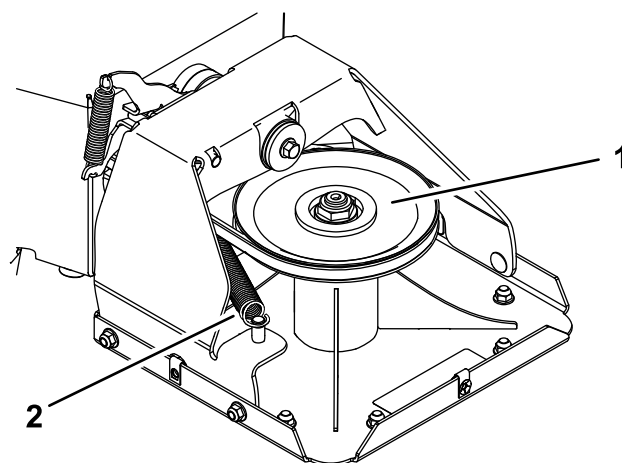
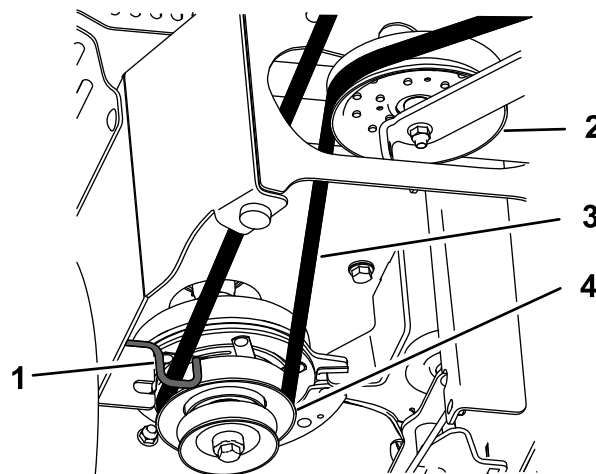

Figure 34
Figure 35
7. Détachez le ressort d'extension (Figure 34).
9. Acheminez la courroie neuve autour de la poulie d'embrayage, dans le guide de courroie, le long de la poulie de tension et autour de la poulie de plateau de coupe (Figure 34 et Figure 35).
10. Montez le ressort d'extension (Figure 34).